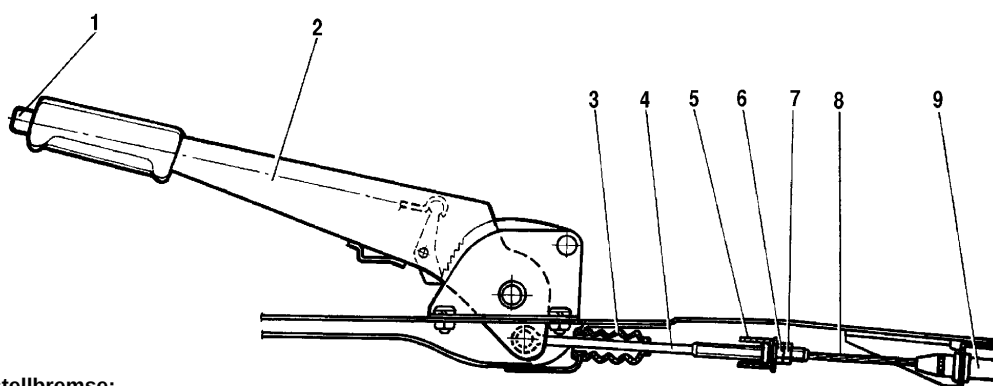

Abb. 6-9. Feststellbremse:
Die Feststellbremse betätigt die Bremsbacken der hinteren Bremsen. Die Betätigungsvorrichtung besteht aus dem Hebel 2 (Abb. 6-9), der Einstellstange 4, dem Bremsausgleich 5, dem Seil 8, dem Hebel 10 (Abb. 6-7) für die Bremsbacken und der Spreizleiste 8.
- die Kontermutter 7 (Abb. 6-9) der Spannvorrichtung lösen und das Seil durch Festziehen der Einstellmutter 6 spannen;